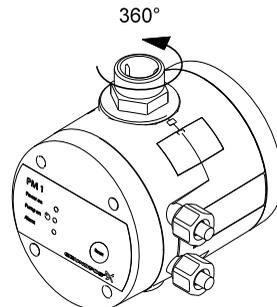

Fig. 1 Conexión de salida giratoria
La conexión de salida de la unidad se puede girar 360°. Ver fig. 1.
2. Lleve a cabo la conexión eléctrica tal y como se muestra en la fig. 1 o 2, página 10, dependiendo del tipo de motor.